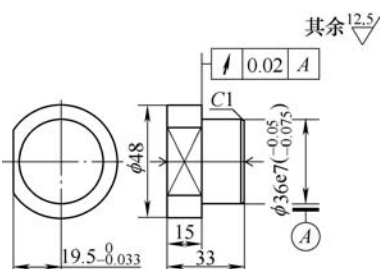

图4 工件铣后尺寸
(2) 改进后的加工工艺过程为：圆钢下料→卧式车床粗车外圆至 $\phi 48\text{mm}$ →平端面→打中心孔→粗车外圆 $\phi 48\text{mm}$ 至 $\phi 36.5_{-0.036}^0\text{mm}$ 且长度为 18mm →切断→倒头→平端面→车工件长度至 $33_{-0.15}^0\text{mm}$ 。立铣床，分度头夹紧 $\phi 36.5\text{mm}$ 外圆，铣 $\phi 48\text{mm}$ 外圆至如图4所示尺寸。